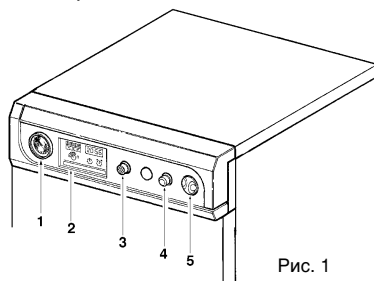
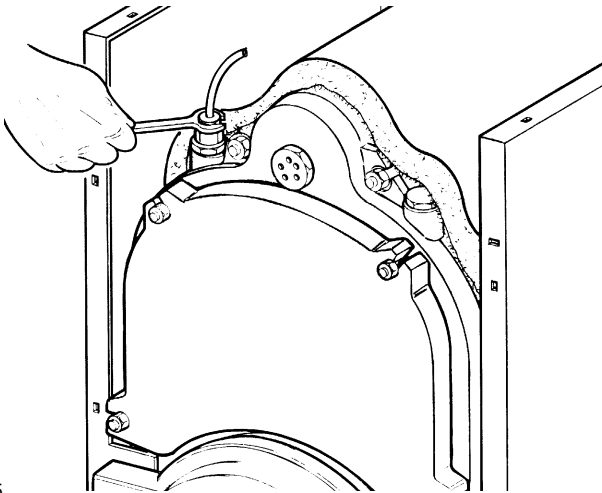

Рис. 1
Рис. 15
Предохранительный термостат с ручной настройкой 3 (рис. 1)
Регулирующий термостат котла 5 (рис. 1)
4.12 Размотать капилляр гидрометра 6 (рис. 1), привинтить его соединение к специальной трубке на передней части корпуса котла (рис. 15).